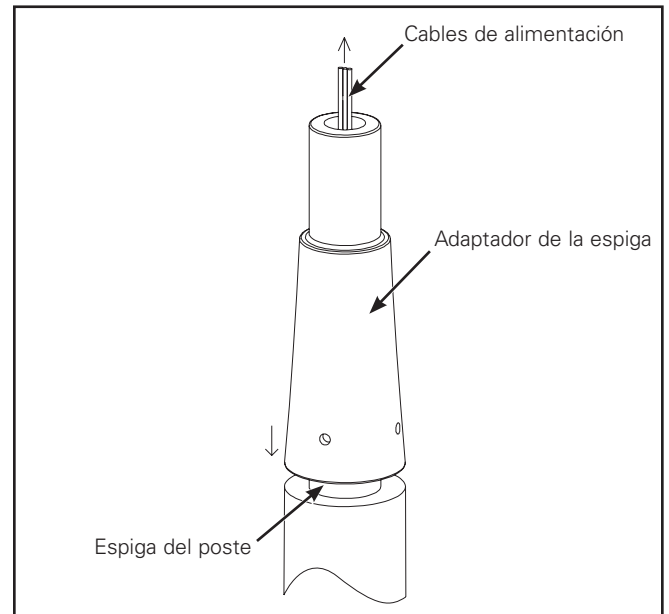

Figura 16.
- Deslice el adaptador de la espiga hasta acomodarlo sobre la espiga del poste. (Figura 16.)